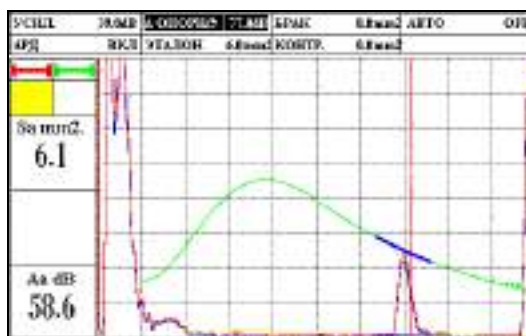

Рисунок 2.53 – Построение АРД диаграммы
- Включить автоматическое построение АРД диаграммы, для чего в параметре «АВТО» сменить «OFF» на «ON». Прибор автоматически определит амплитуду опорного сигнала. Также амплитуду опорного сигнала можно задать вручную в параметре «А ОПОРН.» (рис. 2.53).